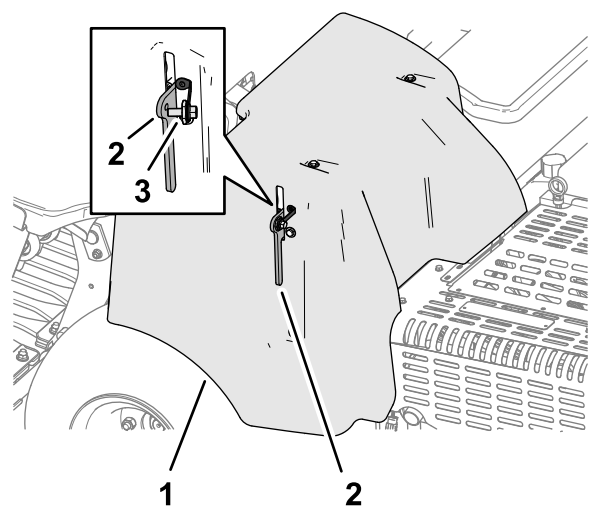

图 130
- 1. 如果您的机器安装有符合欧盟 (CE) 标准的皮带罩 门锁系索应旋松系索螺栓直至其与皮带罩门锁分离 图 130。